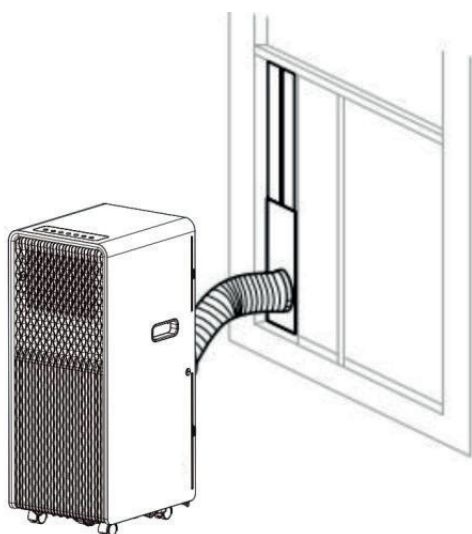
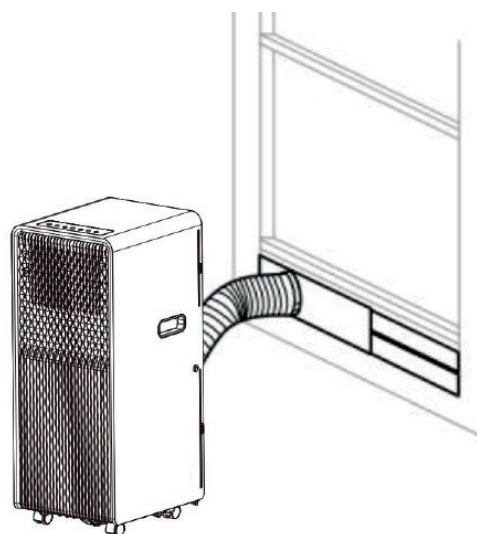

Fig. 2
Fig. 2a
2) Como se muestra en la Fig. 2 y Fig. 2a, instale la manguera de escape, y ajuste bien la posición de la ventana.